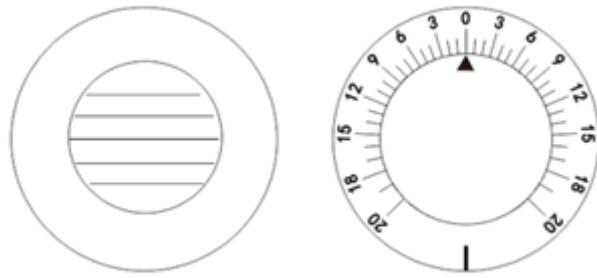
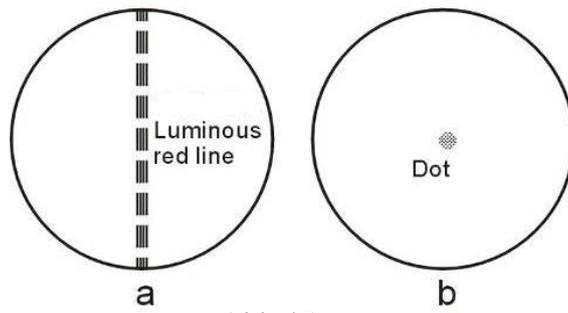
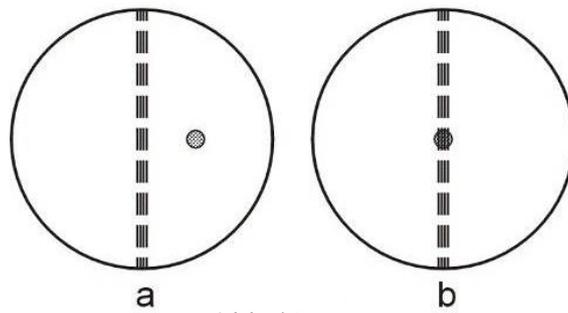
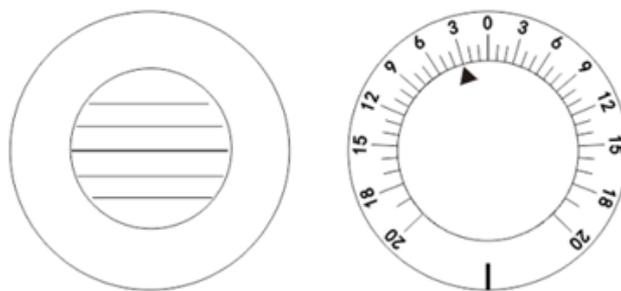

Abb.44
Abb.45
Abb.46
Abb.47
(1) Maddox-Stab- und Drehprismen-Methode
ein. Führen Sie zuerst eine horizontale Phoriemessung durch. Verfahren Sie gemäß (1) der Rotationsprisma-Methode, beschrieben in 6.8.5 Binocular Balance Test. Drehknopf für die Zusatzlinse drehen ②, und stellen Sie das rechte Auge auf MR_{RH} (Abb. 44). Drehen Sie den Prismendrehknopf ① mit der Einstellung 0 auf dem Dreieckssymbol, das dem linken Auge zugewandt ist. Zünden Sie ein kleines Fixationslicht an der Position an, an der das Diagramm projiziert wird. Nun sieht das rechte Auge des Testpersonen eine rote vertikale Linie (siehe Abb. 45 a) und sein linkes Auge einen hellen Fleck (siehe Abb. 45 b). Sie sind wahrscheinlich (a) oder (b) von Abb.46. Der Lichtfleck bewegt sich auch, wenn der Prismendrehknopf ① wird gedreht. Bitten Sie den Patienten dann zu sagen, wann er das in Abb. 46 b gezeigte Bild sieht. Das Testergebnis ist in Abb. 47 dargestellt. Die Rotationsskala des Prismas wird als 2 angezeigt. Das Ergebnis von $2\Delta I$ (Basis nach innen) steht für 2Δ Neigung nach außen.